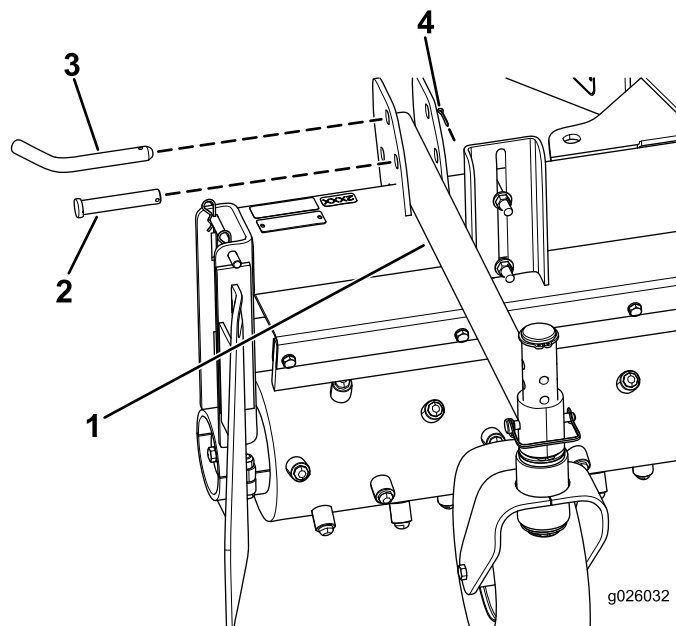

Figura 5
2. Fissate i bracci orientabili in posizione con i perni di traino (5/8 x 3 poll.), i perni con testa (5/8 x 3,5 poll.) e le coppie (0,094 x 1 poll.), come illustrato in Figura 5.